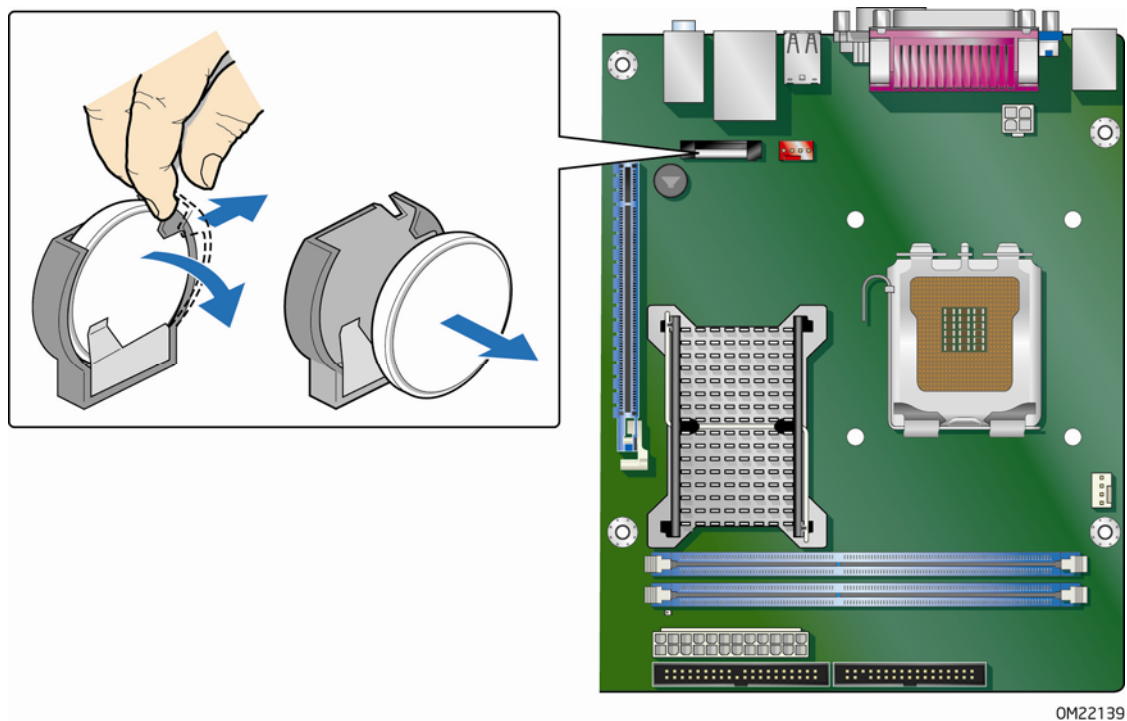

图 26. 拆卸电池
当电压低于某一特定值时，CMOS RAM 中存储的 BIOS Setup（设置）程序的设置值（如日期和时间等）可能会不准确。更换电池时，应使用同类型的新电池。第 61 页图 26 显示了该电池的位置。
4. 找到台式机主板上的电池（参见图 26）。
5. 轻轻地从电池座上抬起电池保持夹，如图 26 所示。电池将从电池座中“弹出”，然后您可取出电池。注意电池上“+”极和“-”极的方向。